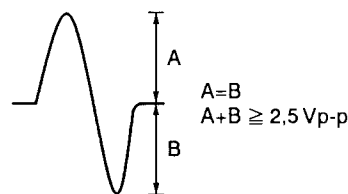

Figura 8
3. Contemplando la pantalla del osciloscopio, presione la tecla PROGRAM después de presione la tecla RANDOM y observe durante un momento la forma de onda de la figura 8. Verifique si la amplitud es de 2,5 V_{p-p} por lo menos y si la amplitud de las partes positiva y negativa son iguales. Como la forma de onda solamente sale durante un momento cuando se presiona la tecla PROGRAM, presione una y otra vez esta tecla hasta que logre comprobar la forma de onda.